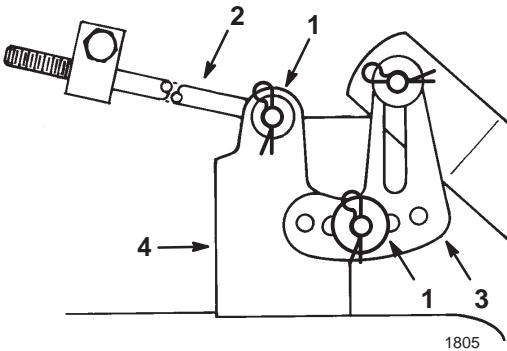

Bild 40
- 15.** Entfernen Sie den Splint und die Scheibe vom Ende der langen Stange (Bild 40).
- 17.** Entfernen Sie den Splint und die Scheibe von der Mähwerknavillierhalterung (Bild 40).